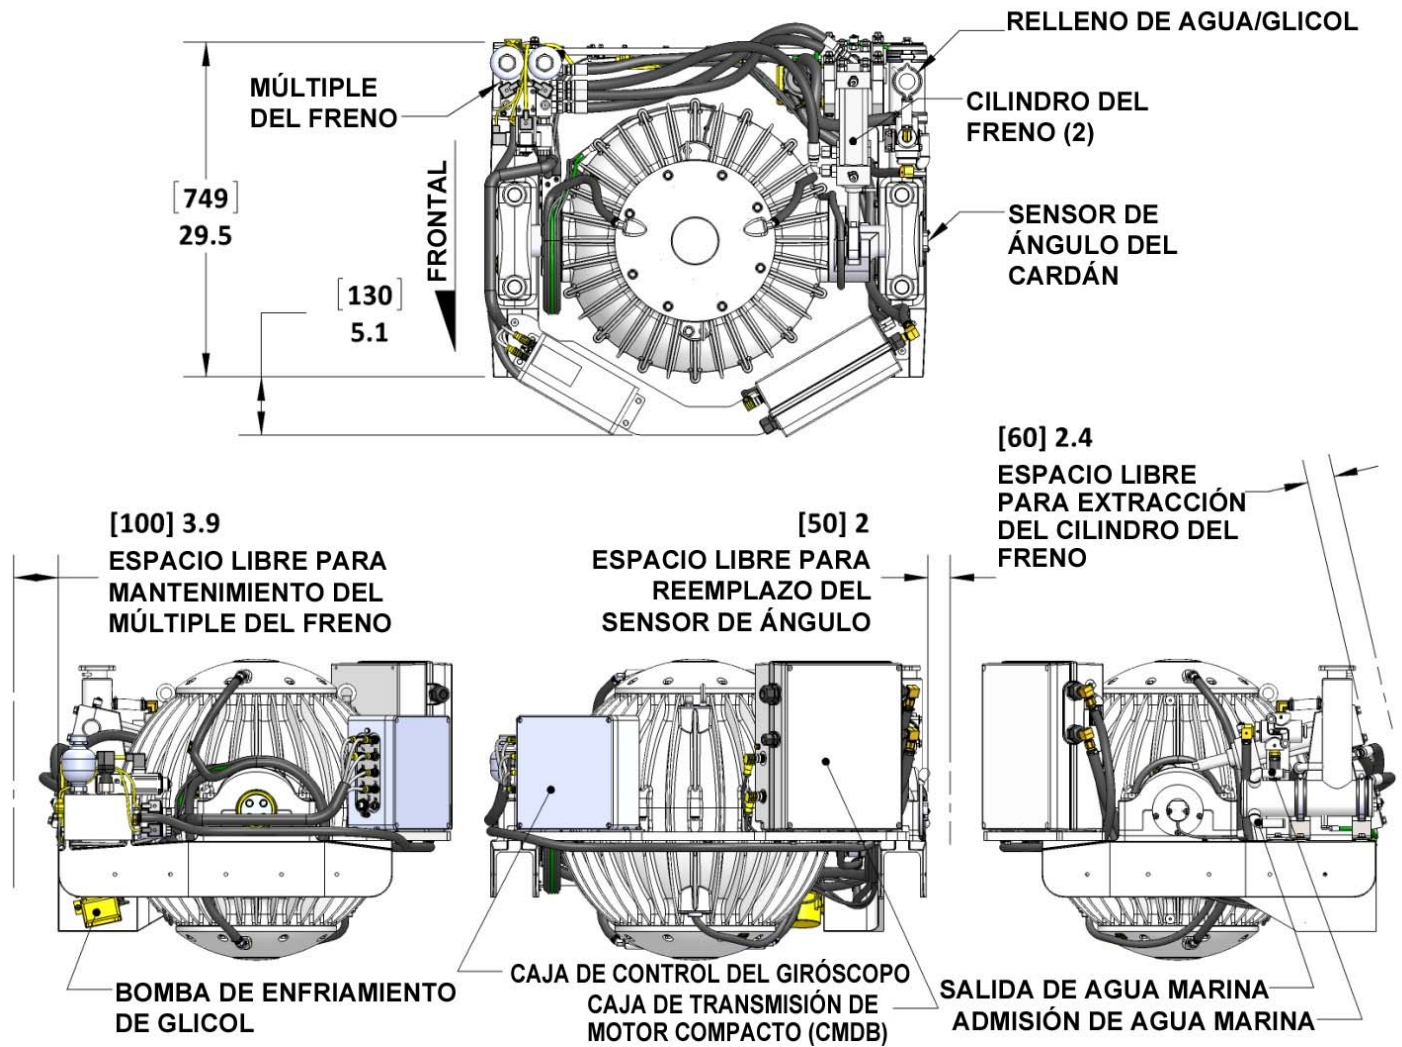

FIGURA 2 – CONSIDERACIONES DE ESPACIO DEL GIRÓSCOPO INSTALADO
- Espacio para reemplazar el sensor de ángulo del cardán en el lado izquierdo del giróscopo (ver Figura 2).
- Espacio para llenar/purgar el aceite hidráulico del freno (ver Figura 2).
- Espacio para llenar el circuito de enfriamiento con agua/glicol (ver Figura 2).